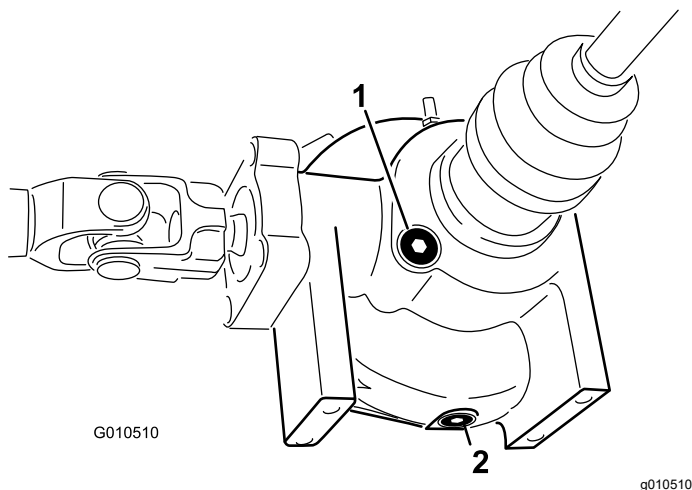

Figure 53
2. Nettoyez la surface autour du bouchon de vidange sur le côté du différentiel (Figure 53).